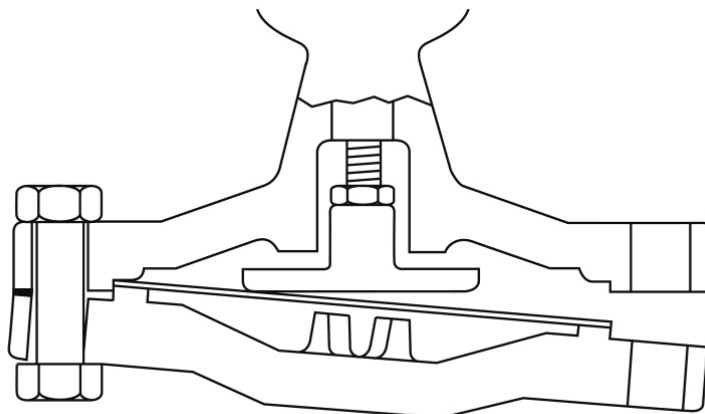

Fig. 10
3. Dévisser les boulons et écrous M12 (23) et déposer la chambre inférieure (22) et le plateau de la membrane et l'ensemble tige poussoir (25 et 26).
5. Remettre en place le plateau de la membrane, l'ensemble tige poussoir (25 et 26) et fixer la chambre inférieure (22) par les boulons de part et d'autre de la tuyauterie de contrôle (fig. 10). (Le téton de la tuyauterie de contrôle se trouve dans le trou prévu dans la chambre supérieure).
6. Glisser et positionner ensemble les deux membranes principales (fig. 10).
7. Après avoir vérifié le positionnement des membranes, relever la chambre inférieure et la fixer avec les boulons et écrous M12 (23). Serrer avec un couple de 75 N m.